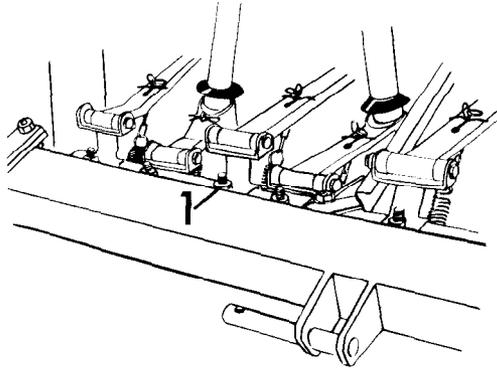

Abb. 11
2. Auf der Scharhalteschiene die Befestigungsschraube (Abb. 11/1) an der Scharhalterung lösen, das Schar auf die gewünschte Stellung schieben und die Schraube wieder anziehen.